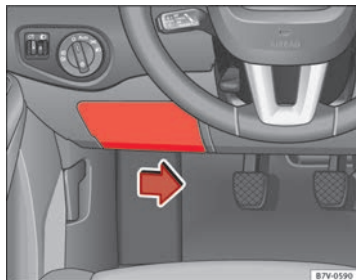

Fig. 202 Sul cruscotto, lato del conducente: coperchio della scatola dei fusibili.
- Per aprire il coperchio spostare verso destra la maniglietta situata nella parte inferiore dello stesso ⇒ fig. 202.